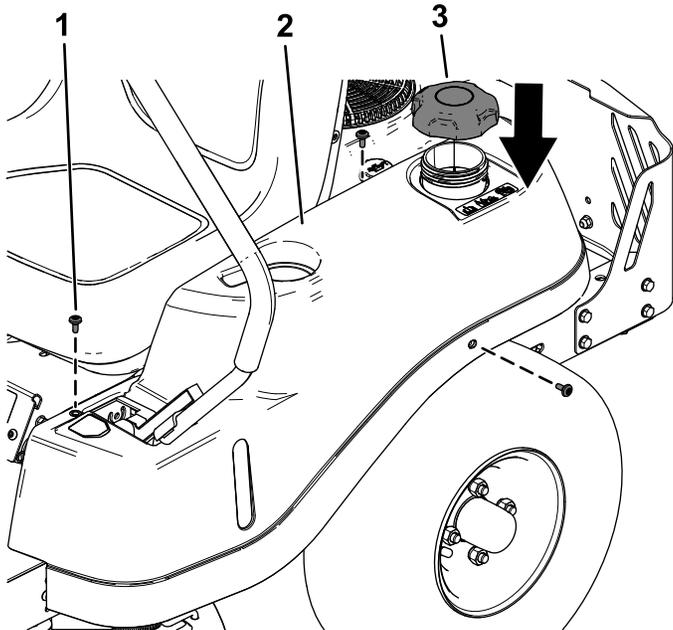

Figure 5
8. Montez chaque boîtier à l'aide des 3 vis à épaulement retirées précédemment, comme montré à la (Figure 5).
Remettez le bouchon du réservoir de carburant sur le boîtier gauche (Figure 5).